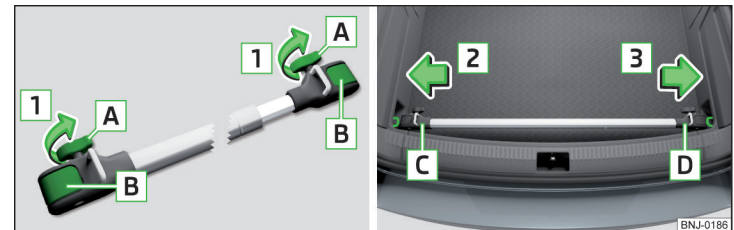

Abb. 105 Querträger einbauen: Schrauben lösen und Halterungen entriegeln / Querträger auf die Verzurrösen setzen
- Zum **Einbauen** die Schrauben **A** in Richtung der Pfeile **1** ganz lösen und teilweise herausziehen. Die Halterungen **B** werden entriegelt » Abb. 105.